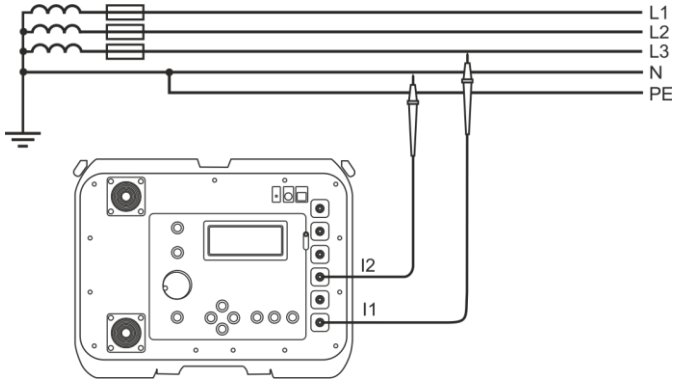
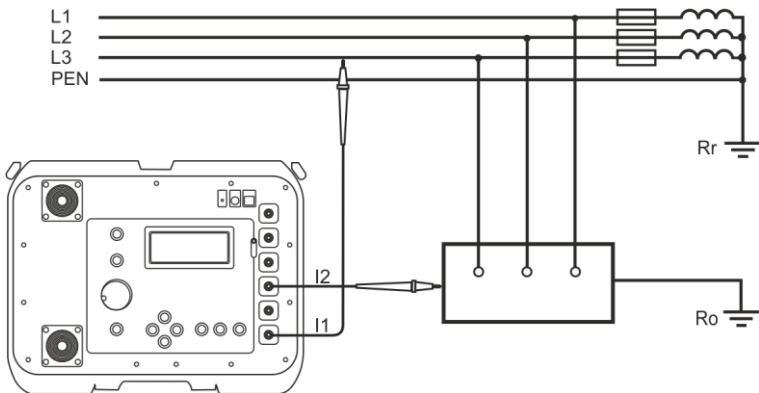

Abb. 17 Messen der Impedanz im aktiven Netz (L-N) mit der 2-Leiter Methode
Abb. 20 Überprüfung des Überschlageschutzes von Gerätegehäusen mit der 2-Leiter Methode bei: a) TN Netzen b) TT Netzen
- Verbinden Sie die Messleitungen mit den Buchsen: I_1 (**2-Leiter**) und I_2 (Abb. 17-Abb. 20)